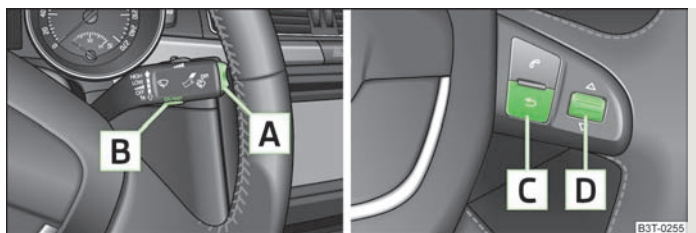

Fig. 7 Affichage multifonction : Organes de commande sur la manette des essuie-glaces/organes de commande sur le volant multifonction
Une commutation entre les mémoires s'effectue au moyen de la touche **B** » fig. 7 sur la manette des essuie-glaces ou à l'aide de la molette de réglage **D** » fig. 7 sur le volant multifonction.
L'interrupteur **A** » fig. 7 et la touche **B** se trouvent dans la poignée de la manette des essuie-glaces. La commutation et la remise à zéro sur le volant multifonction s'effectue au moyen de la molette **D** » fig. 7.
Un symbole représentant un flocon de neige (signal d'avertissement contre le verglas) apparaît si la température extérieure descend en-dessous de + 4 °C et un signal retentit. Après avoir appuyé sur l'interrupteur **A** de la manette des essuie-glaces » fig. 7 ou sur la touche **C** du volant multifonction » fig. 7 la fonction représentée est celle qui a été affichée en dernier.
La durée du trajet depuis le dernier effacement de la mémoire apparaît sur le visuel. Si vous souhaitez calculer la durée du trajet à partir d'un moment précis, vous devez remettre la mémoire à zéro à ce moment-là, en appuyant sur la touche **B** de la manette des essuie-glaces » fig. 7 ou sur la molette de réglage **D** du volant multifonction » fig. 7 pendant plus d'1 seconde.
Si vous souhaitez calculer la consommation moyenne de carburant pour une période précise, vous devez remettre la mémoire à zéro au début de la mesure, au moyen de la touche  de la manette des essuie-glaces » fig. 7 ou de la molette de réglage  du volant multifonction » fig. 7. Après la remise à zéro, des traits s'affichent sur le visuel sur les 100 premiers mètres.
Le trajet parcouru depuis le dernier effacement de la mémoire apparaît sur le visuel » page 15. Si vous souhaitez calculer le trajet parcouru à partir d'un moment précis, vous devez remettre la mémoire à zéro à ce moment-là, en appuyant sur la touche  de la manette des essuie-glaces » fig. 7 ou sur la molette de réglage  du volant multifonction » fig. 7.
La vitesse moyenne en km/h depuis la dernière remise à zéro de la mémoire s'affiche sur le visuel  » page 15. Si vous souhaitez calculer la vitesse moyenne de carburant pour une période précise, vous devez remettre la mémoire à zéro au début de la mesure, au moyen de la touche  de la manette des essuie-glaces  » fig. 7 ou de la molette de réglage  du volant multifonction  » fig. 7.
- Au moyen de la touche  de la manette des essuie-glaces  » fig. 7 ou de la molette de réglage  du volant multifonction  » fig. 7, sélectionnez l'option de menu **Avertissement en cas de dépassement de la vitesse**.